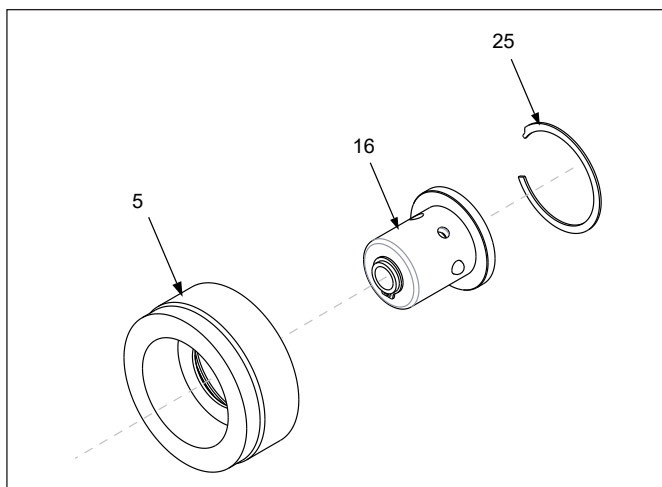

图 24: 按钮护圈总成分解图
7.3.5 方驱按钮 护圈总成的拆卸和重新装配 (图 24)